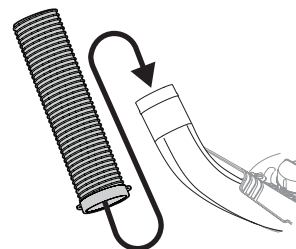

Figura 25
3. Levante por las manijas que están en la parte inferior de la manguera. Deslice la manguera sobre el maletero montado en la plataforma de corte, como se ilustra en la Figura 25.